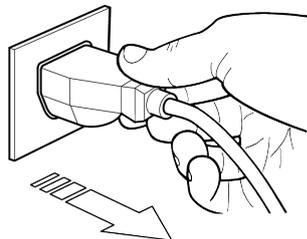
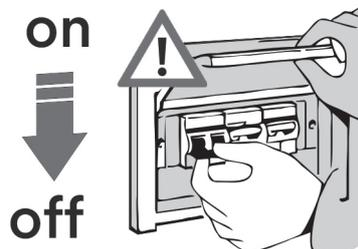

fig. 3
fig. 4
L'apparecchiatura non è dotata a bordo di un sezionatore in grado di togliere contemporaneamente la tensione ai due poli (fase e neutro) dell'alimentazione elettrica. Infatti la pressione del tasto OFF sulla centralina elettronica arresta solo il funzionamento della vetrina, ma non toglie corrente ai componenti elettrici all'interno della vetrina (luci, ventilatori e basetta elettrica). Il sezionamento può avvenire tramite presa a spina (fig.3), ma si consiglia vivamente all'installatore di posizionare sul collegamento elettrico, a monte dell'apparecchiatura, un interruttore onnipolare (fig.4) che garantisca la disconnessione totale del Basamento Refrigerato dalla rete di alimentazione.
**In caso di incendio provvedere sempre a disinserire immediatamente l'interruttore generale della linea principale di alimentazione (fig.4).**